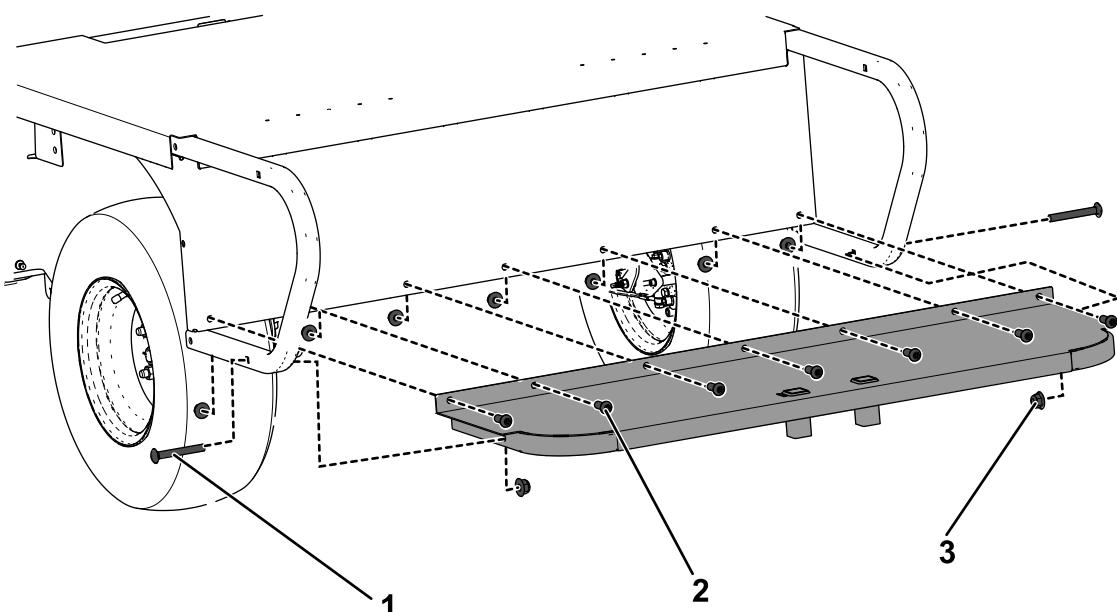

Рисунок 7
2. Прикрепите подножку к безбортовой грузовой платформе с помощью 2 каретных болтов ($\frac{3}{8}$ x 3 дюйма), 7 винтов с полукруглой головкой ($\frac{3}{8}$ x 1 дюйм) и 9 шестигранных гаек ($\frac{3}{8}$ дюйма), как показано на Рисунок 7.